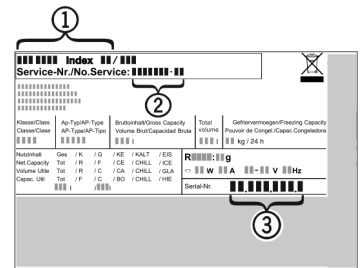

Fig. 35
- Leggere la denominazione dell'apparecchio Fig. 35 (1), il n° assistenza Fig. 35 (2) e il n° di serie Fig. 35 (3) sulla targhetta identificativa. La targhetta identificativa è situata all'interno dell'apparecchio, sul lato sinistro.
- Informare il servizio di assistenza e comunicare il difetto, la denominazione dell'apparecchio Fig. 35 (1), il n° assistenza Fig. 35 (2) e il n° di serie Fig. 35 (3).